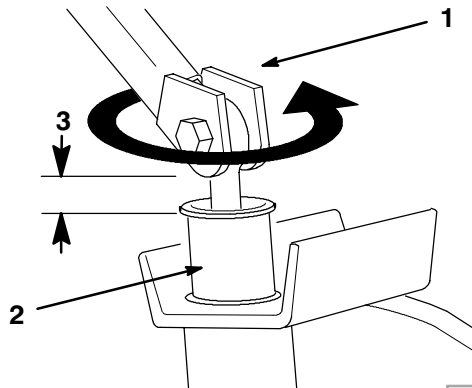

Figure 5
9. Visser les leviers des presses dans leurs embases jusqu'à ce qu'ils soient à environ 6 mm (1/4") des ressorts en caoutchouc (Fig. 5).